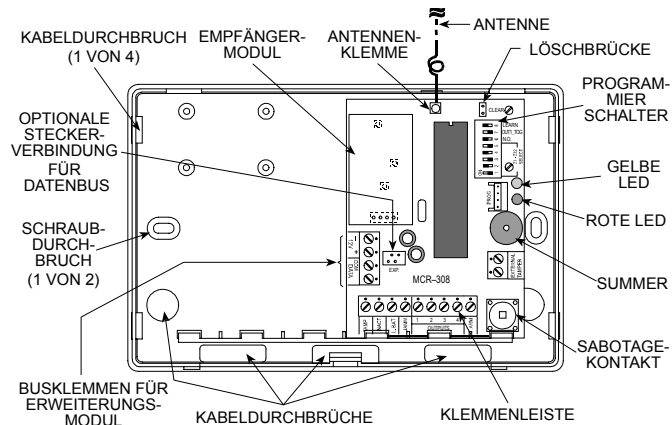

Abbildung 3: MCR-308 im geöffneten Zustand
B. Verbinden Sie die im Gehäusedeckel eingeklebte Antenne mit der Schraubklemme auf der Platine (siehe auf Abbildung 3).